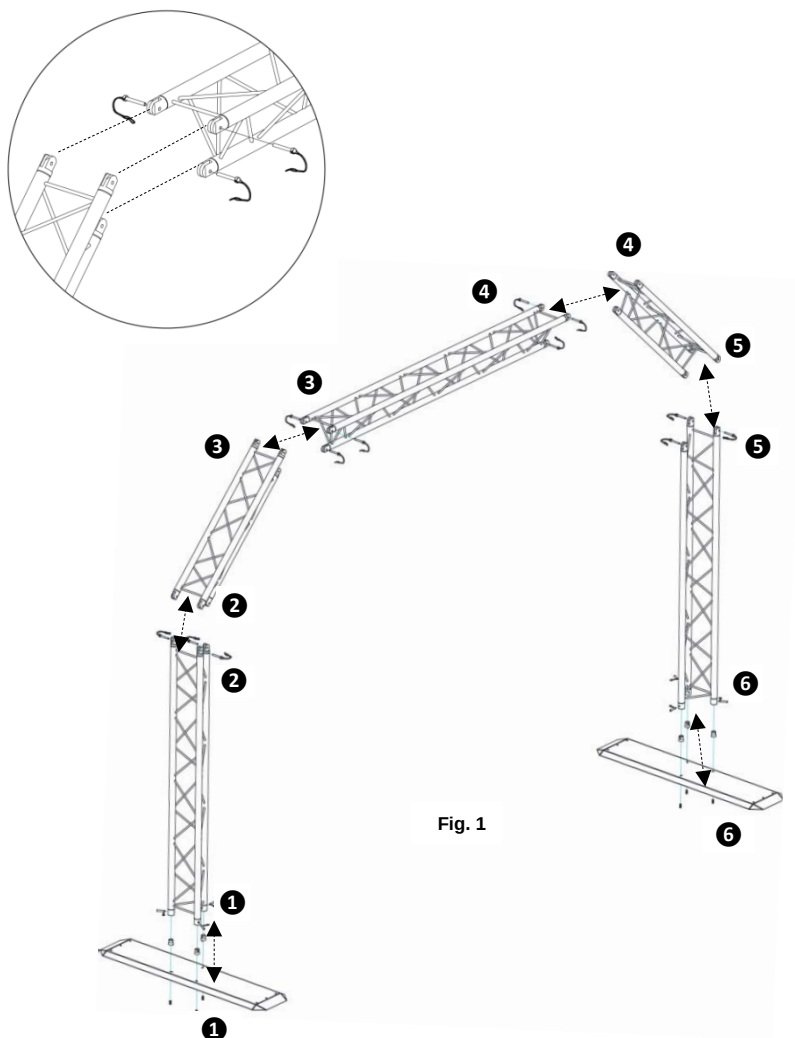

Fig. 1
4. Plaats de onderplaten op de uiteinden van de gemonteerde Arch Kit. (1 en 6, Fig 1)